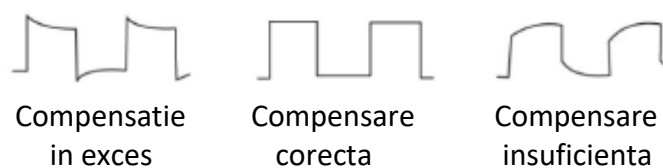

Fig. 1-8
- ① Fixati atenuarea sondei pe pozitia 10x si apoi conectati sonda la intrarea CH1. Verificati contactul sondei sa fie perfect si conectati la semnalul dreptunghiular de test (apasati AUTO).
- ② Prin rotirea condensatorului de compensare cu ajutorul unei surubelnite, observati forma de unda de pe ecranul osciloscopului si rotiti pana cand compensarea este cea corecta (vezi fig. 1-8).